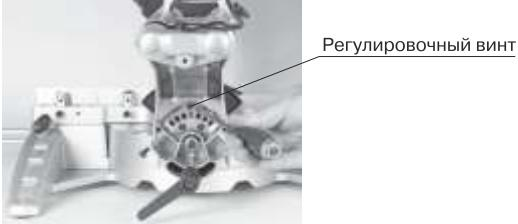

рис. 2
Точная регулировка стопора для поперечного распила 90° (рис. 1.1-1.2; рис. 2)
- Закрепить поворотный стол (17) в положении 0°.
- Ослабьте винт (21) и наклоните корпус двигателя (4) полностью вправо с помощью рукоятки (1).
- Разместите угловой стопор 90° между пильным диском (7) и поворотным столом (17).
- Отрегулируйте регулировочный винт (рис. 2) до тех пор, пока угол между пильным диском (7) и поворотным столом (17) не станет равным 90°.